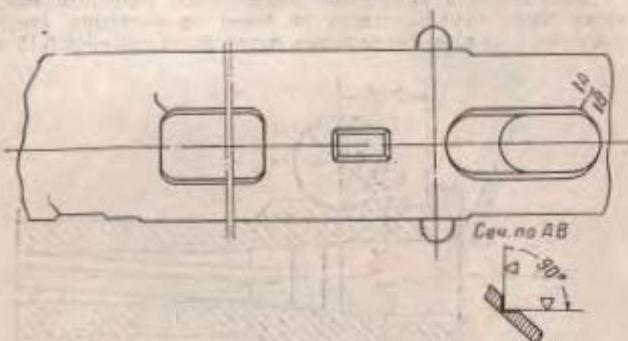

Рис. 11. Подготовка мест трещин в кожухе под заварку
(I) Подготовить места трещин в кожухе под лайзажу (рис. 11), запасть их электродуговой сваркой электродом Э34-3 и обработать заподлицо.